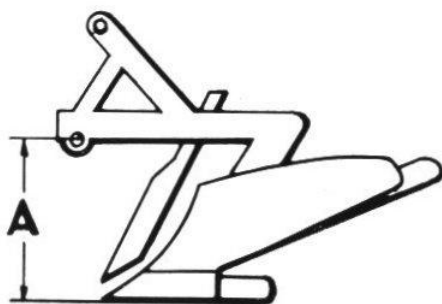

FIG. 52
a) PRÉCAUTIONS D'ATTELAGE (fig. 52)
- Distance (A fig. 52) séparant les chevilles d'attelage de la pointe de l'outil supérieure à 500 mm.